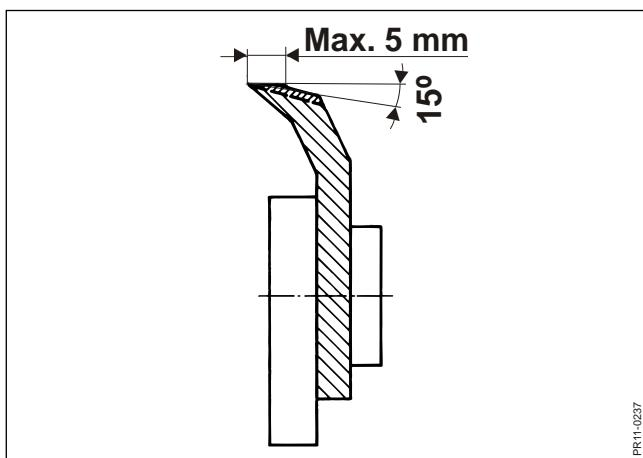

Fig. 4-20
**Fig. 4-20** For at undgå unødig kraftforbrug under arbejde med snitteren og ekstra stort slid på slibestenen, er det nødvendigt at foretage en grovslibning eller afretning af knivene når skærekanteren er 5 mm bred eller derover. Bagkanten skal sipes ned i en vinkel på ca. 15° bagover.